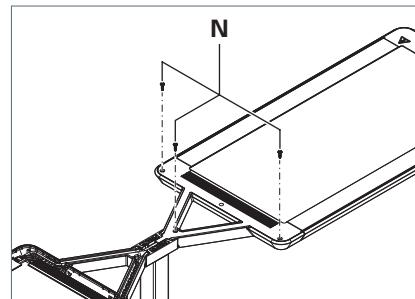

Fig. 20: Visser le recouvrement.
- ▶ Vissez le recouvrement avec les trois vis **N**, voir Fig. 20.